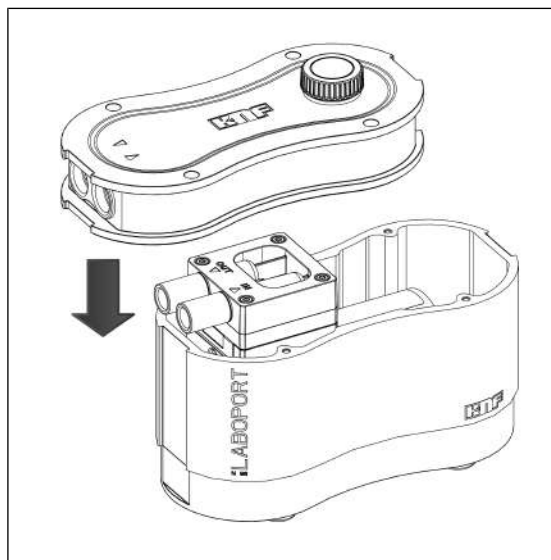

Рис. 12: Установка крышки корпуса насоса
1. Осторожно установите крышку корпуса (Рис. 7/2) на корпус насоса (3) (см. Рис. 12).